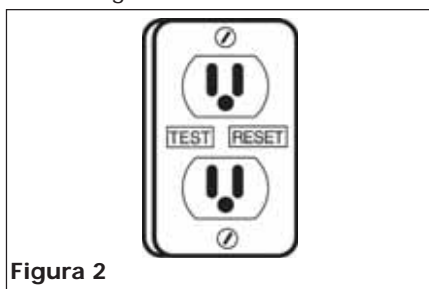

Figura 2
1. Se requiere un interruptor de circuito de descarga a tierra (GFCI). Ver Figura 2.